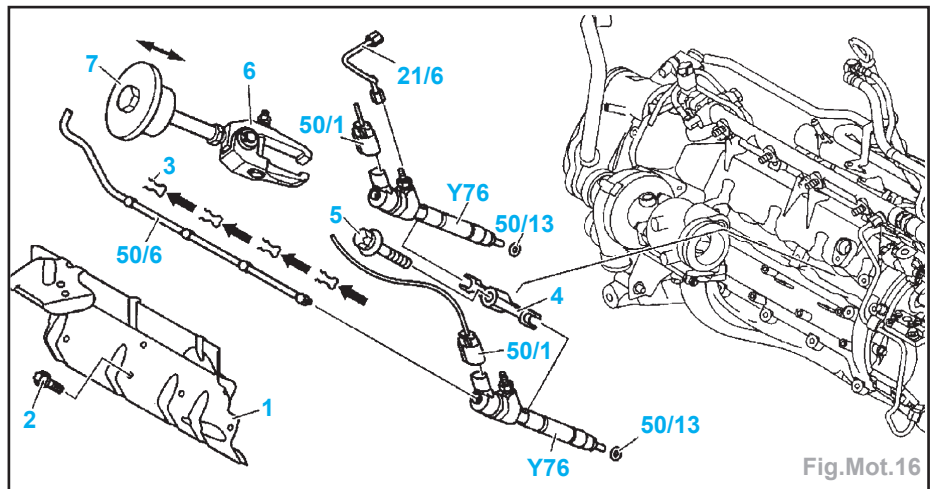

Fig.Mot.16
- Enlever le connecteur (50/1) sur les injecteurs (Fig.Mot.16).
- Déposer la tôle calorifique (1).
- Enfoncer les agrafes de sûreté (3) dans les raccords de la conduite de carburant de fuite (50/6), puis retirer cette dernière.